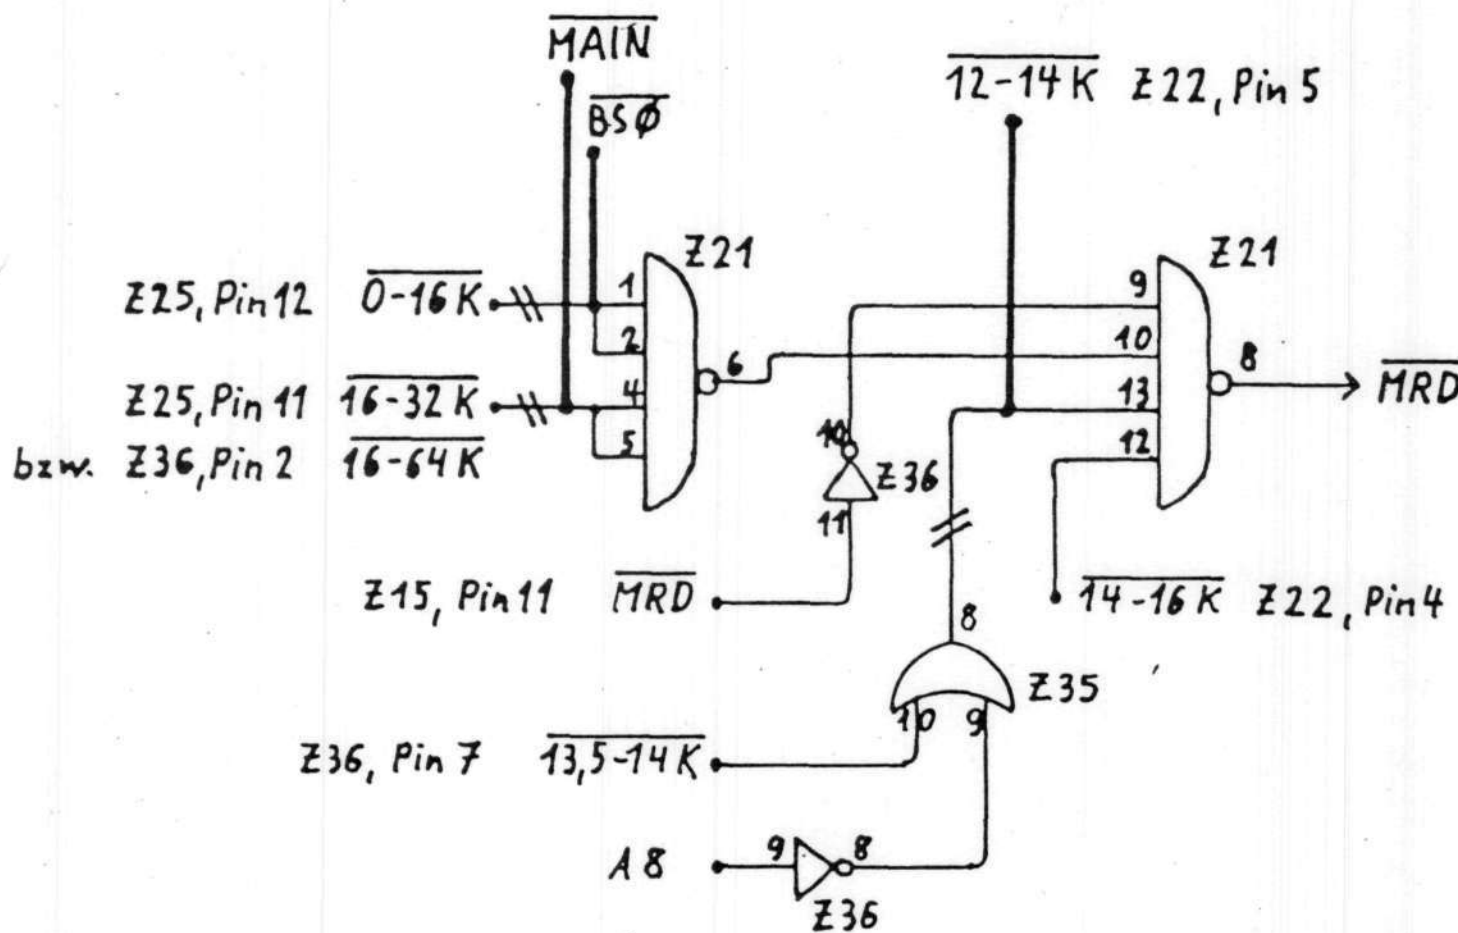

Abb.11 Ausblenden des Speicherbereiches 3700 H - 37FF H im-Sonder-ROM über die Freigabe des Speicherlesetreibers (im Service Manual nicht dokumentiert)
4) Das Ausblenden des Bereiches 3700H bis 37FFH erfolgt nicht durch die  $\overline{OE}$ -Freigabe sondern durch die Freigabe der Speicherlesetreiber. Dies wird durch eine im Schaltplan des Service Manuals nicht dokumentierte Schaltung (Abb. 11) erreicht.